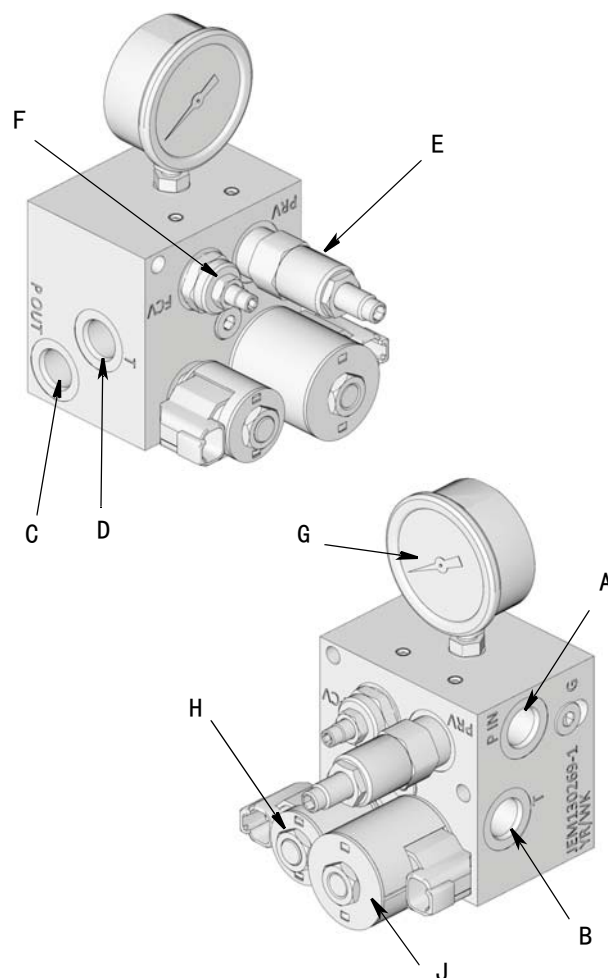

图 19
- 安装液压控制装置（Graco PN 127224 - 12V 或 127225 - 24V）。请参见第 41 页“其他配件包”部分内容（图 19）。
- 液压马达 - 液压马达中的逆向输入和油箱的回油管路 (请参见第 27 页的图 19)。